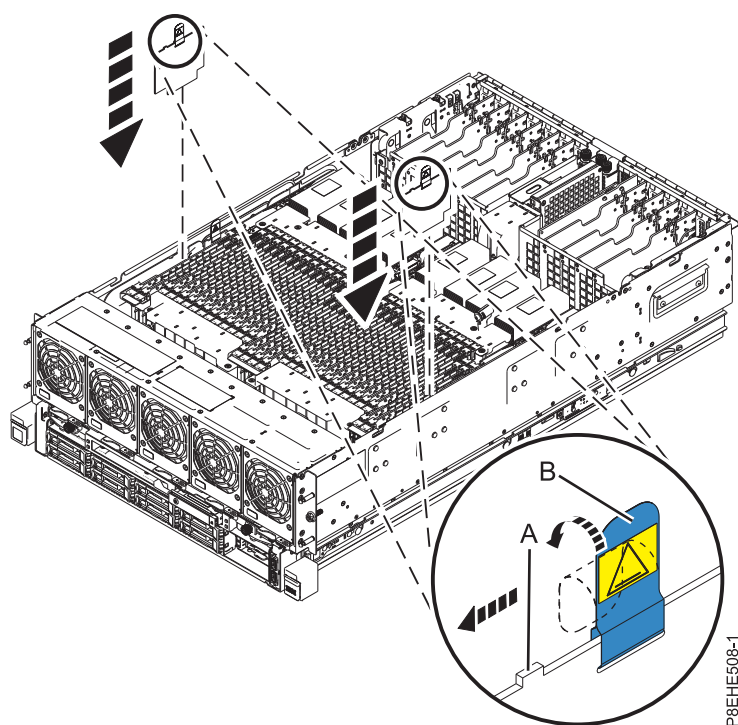

Figura 1. Instalación del módulo regulador de voltaje de memoria
- a. Coloque el módulo regulador de voltaje de memoria en el conector de la placa posterior del sistema, como se muestra en la Figura 1.